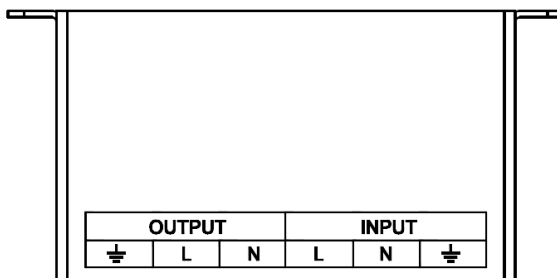

Рисунок 5 – Маркировка защитного кожуха.
- подключение кабелей к клеммному блоку следует выполнять в соответствии с маркировкой, нанесенной на стенку кожуха (см. рисунок 5);